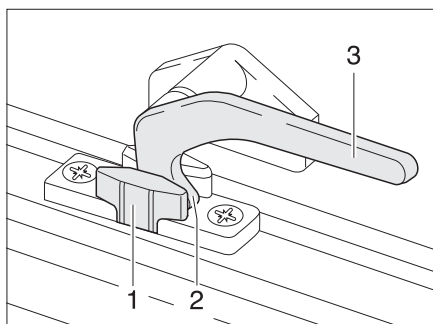

Bild 40 Låsarm i läget "Kontinuerlig väd-ring"
- I läget "Kontinuerlig vädning" (Bild 40)
- Sväng låsarmen (Bild 40,3) ett kvarts varv mot fönstrets mitt.
- Sväng låsarmen ett kvarts varv mot fönsterkarmen. Därvid måste låsspaken (Bild 40,2) föras in i spåret på fönsterlåset (Bild 40,1).